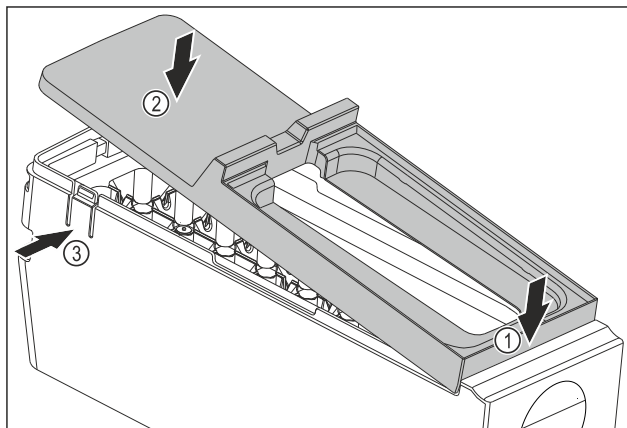

Fig. 79
- ▶ Monter dekselet til hoveddelen til EasyTwist-Ice: Fest dekselet foran. Fig. 79 (1)
- ▶ Senk dekselet bak. Fig. 79 (2)
- ▷ Dekselet går hørbart i inngrep i begge tappene Fig. 79 (3).